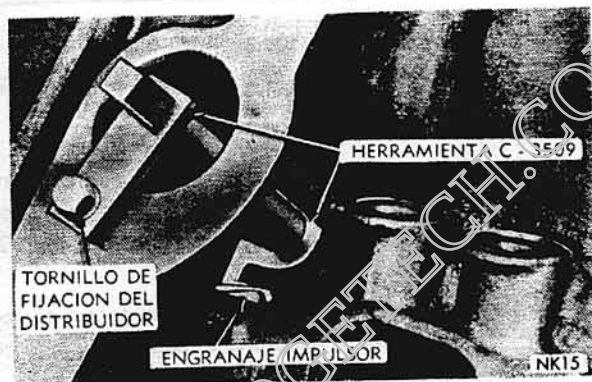

Fig. 18 - Herramienta C-3509 de Retención del Árbol de Levas
Desmóntese el distribuidor y por consiguiente el mando de la bomba de aceite. Instálase la herramienta especial, contra la parte trasera del engranaje de comando (de los elementos citados) y fíjese la herramienta en un orificio de sujeción del distribuidor (Fig. 18).
2. Instálese la Herramienta C-3509 con su apoyo detrás del engranaje de impulsión del distribuidor (Fig. 18).